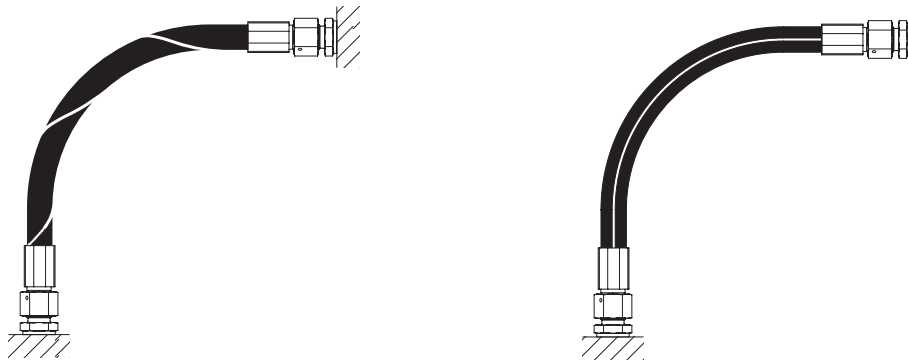

Fig. 1
1. Tagliare il tubo alla lunghezza desiderata e ad angolo retto con l'apposita taglierina a disco. Eliminare all'imbocco del tubo eventuali residui dovuti al taglio (Fig.1).
1. Non applicare torsioni al tubo flessibile lungo il proprio asse in quanto potrebbero essere causa di cedimenti in pressione (Fig.1).
La lunghezza di un tubo flessibile assemblato con raccordi dritti maschio si misura alle estremità delle due connessioni. Per i raccordi femmina la lunghezza viene misurata all'estremità delle tenute coniche o sulle superfici piane di tenuta. Nel caso di raccordi a gomito e ad occhiello la lunghezza viene misurata sugli interassi, tenendo validi al contempo i criteri descritti per i raccordi dritti (Fig.1). Per determinare la giusta lunghezza di un tubo assemblato è bene tener conto del possibile allungamento o accorciamento in pressione secondo quanto prescritto dalle norme costruttive dei singoli tubi (da +2% a -4% per tubi tipo 1SN, 2SN, 1SC, 2SC, 4SP, 4SH, R13; $\pm 3\%$ per tubo tipo R7).